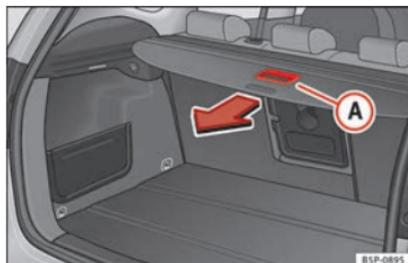

Fig. 105 Azionamento del pianale portaoggetti.
- Tirare indietro il pianale con il tirante **A** fino a percepire un “clic” » **fig. 105.**